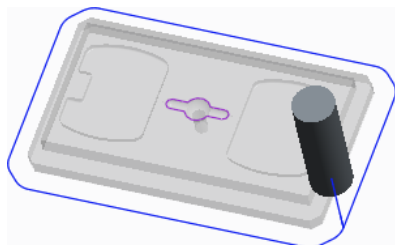

图 10.4.62 刀具的行走路线
Step2. 单击“播放路径”对话框中的  按钮，观测刀具的行走路线，结果如图 10.4.62 所示；